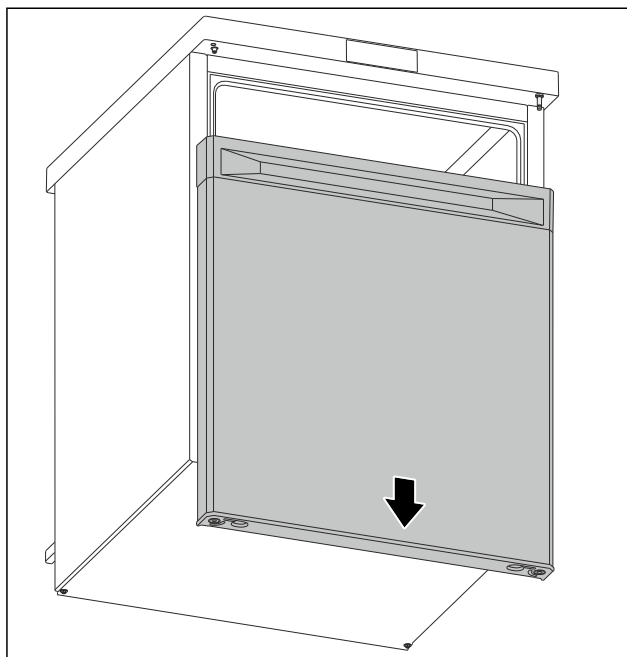

Fig. 6
- Sejměte dvířka směrem dolů. (viz Fig. 6)